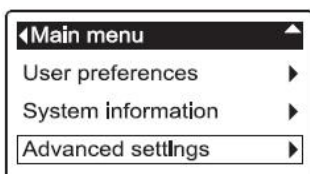

РИС. 60
1. С любого прокручивающегося экрана статуса нажать кнопку ВЫБОР (O) для отображения **Главного меню**.
2. Нажать кнопку ВНИЗ (▼) и прокрутить опции меню до выделения надписи **Дополнительные установки** (См. Рисунок 60).